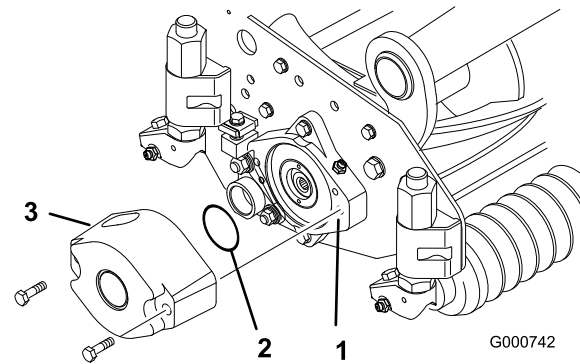
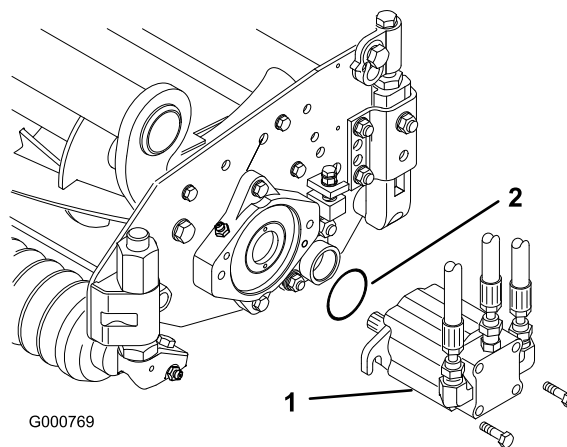

Figura 4
Figura 7
3. Lubrique e instale una junta tórica grande en la ranura del alojamiento del cojinete de cada extremo de la unidad de corte (**Figura 4** y **Figura 7**).
4. Instale un contrapeso en el extremo correspondiente de cada unidad de corte con los tornillos de caperuza suministrados (**Figura 4**).
- Monte el motor en el extremo de tracción de la unidad de corte y fíjelo con los dos tornillos de caperuza suministrados (Figura 7).